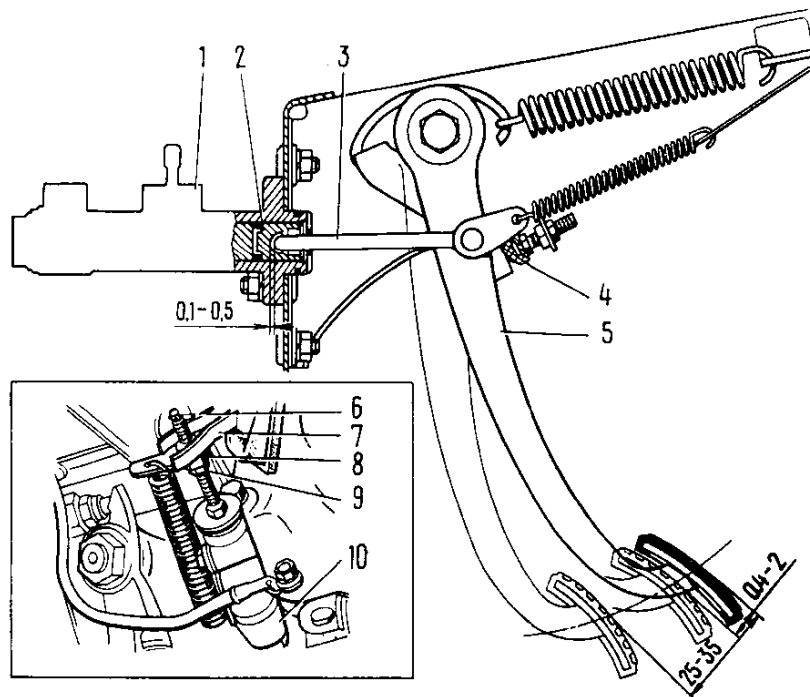

Fig. 45. Regolazione comando disinnesto frizione:
- verificate che il gioco tra il puntale 3 (fig. 45) e il pistone 2 del cilindro principale 1 risulti da 0,1 a 0,5 mm, a cui corrisponde il gioco di 0,4-2 mm sul pedale frizione 5 (viene registrato con l'arresto 4);